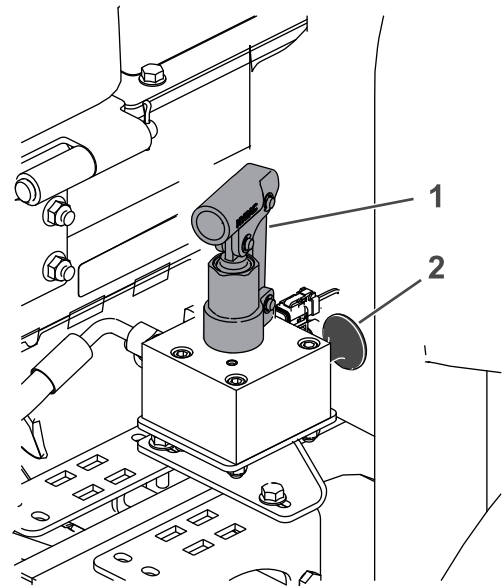

図 38
4. 右前タイヤの近くで、油圧タンクの後ろにあるブレーキリリースマニホールドを探し出す 図 38。